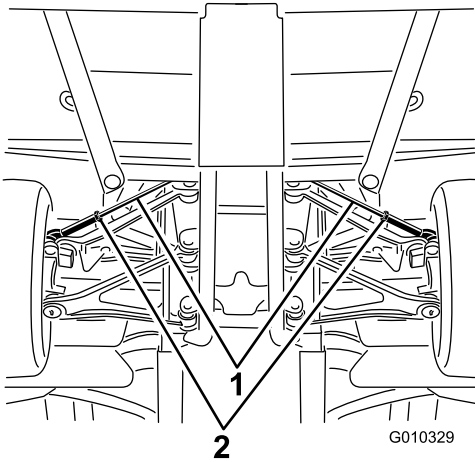

Figura 52
- A. Afloje la contratuerca del centro del tirante (Figura 52).